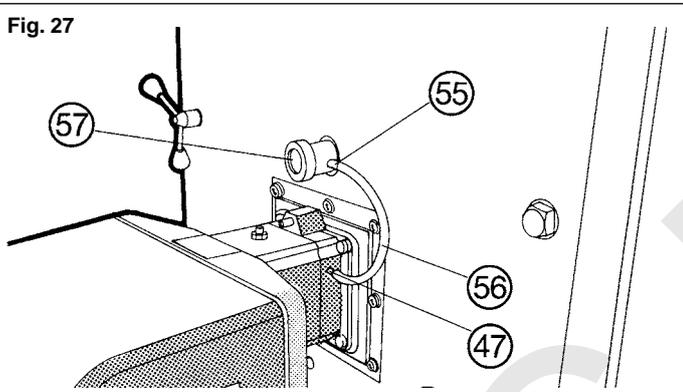

Fig. 28
Con la puerta cerrada, aflojar las contratuercas (6) que sujetan la puerta por la parte posterior en el lado eje de giro. Fig. 6. Así mismo aflojar la contratuerca (2) en el lado de los volantes. Fig. 28. Apretar los dos tirantes bisagra (3) paralelamente con los dos volantes (1) de cierre hasta que todo el contorno de la puerta se introduzca unos 2 ÷ 3 mm en el cordón de estanquidad.